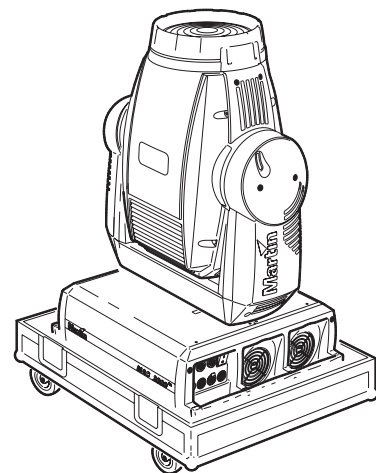

Figure 2: Pos. de transporte flight simple
- 2 Bloquear la cabeza y el yugo en la posición que muestra la Figure 2.